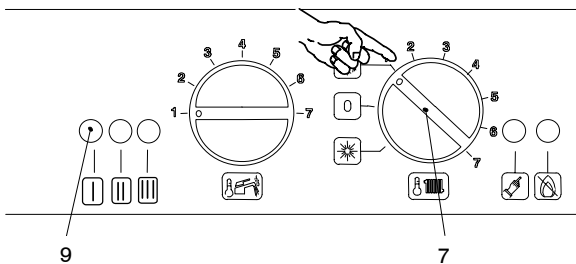

Fig. 2.4
3. If the boiler is to be used for c.h. and d.h.w position the function selector 7 as in Fig. 2.4. The appliance operation light 9 will flash every 2 seconds (operating boiler).
3. Если котел должен работать в режиме отопления и приготовления горячей воды, переключатель 7 должен находиться в положении как указано на рис. 2.4. Индикатор котла 9 будет мигать каждые 2 секунды (котел работает).